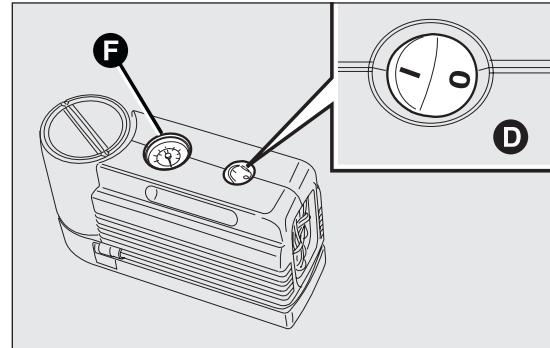
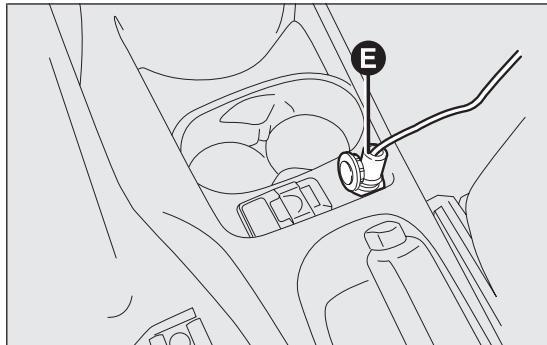

Abb. 105
Abb. 106
- Prüfen, dass der Schalter D Abb. 105 des Kompressors auf 0 steht (AUS), den Motor starten, den Stecker E Abb. 106 in die Steckdose stecken und den Kompressor einschalten, indem man den Schalter D Abb. 105 auf die Position I bringt (EIN). Den Reifen auf den vorgeschriebenen Druck gemäß des Abschnitts „Reifendruck“ im Kapitel „Technische Daten“ aufpumpen.
Für eine genaue Ablesung wird empfohlen, den Wert des Drucks auf dem Druckmesser F Abb. 105 bei ausgeschaltetem Kompressor zu prüfen;